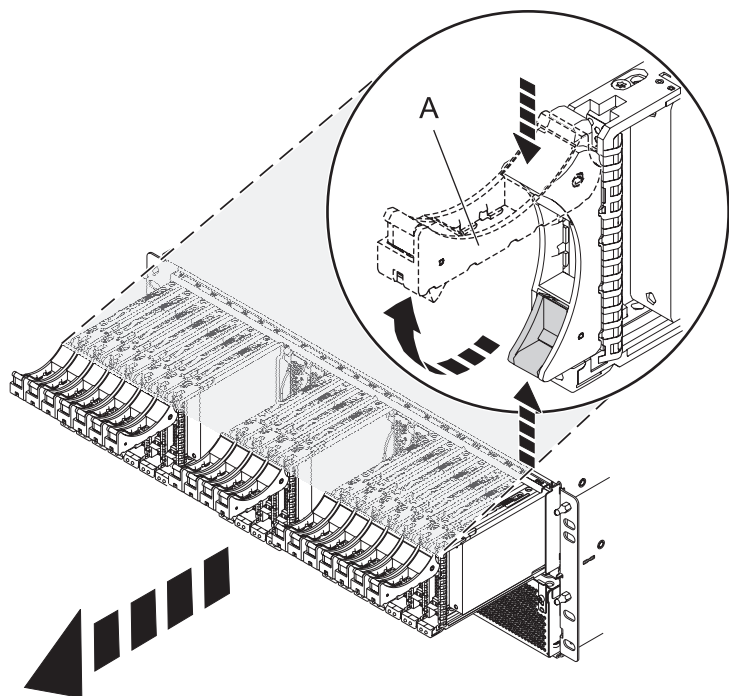

Figura 85. Extracció de les unitats de la placa posterior
4. Traieu les unitats i els panells de reblliment tal com es mostra a la Figura 85.
- a. Feu pressió sobre el pestell de la unitat i tibeu de la nansa (A) cap a vosaltres per alliberar la unitat.